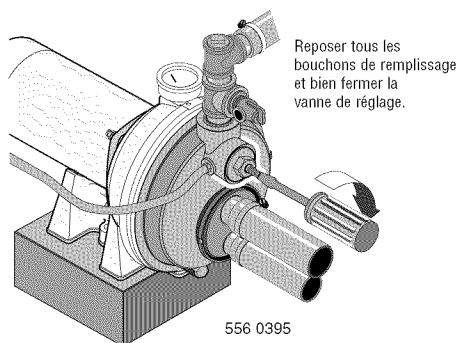

Figure 16 : Amorçage de la pompe
- Reposer tous les bouchons de remplissage et fermer complètement la vanne de réglage (voir la Figure 16).